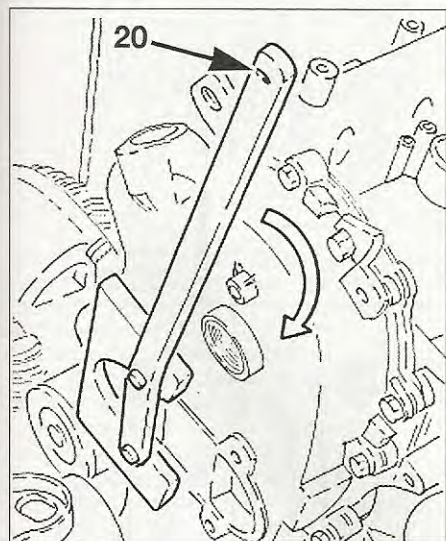

FIG. 31
- Útil tensor del tensor hidráulico de cadena (ref Fiat: 1 870 900 400) (fig. 31).
- Echar hacia atrás el pistón del tensor hidráulico de cadena de distribución con un útil adaptado (20) o del útil Fiat (ref: 1 870 900 400) desde la trampilla de inspección (fig. 31).
- Aflojar el pistón del tensor de cadena con el útil asegurándose que haga un buen contacto con el patín (fig. 31).